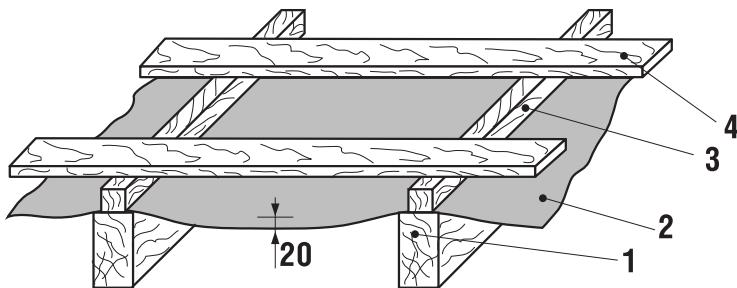
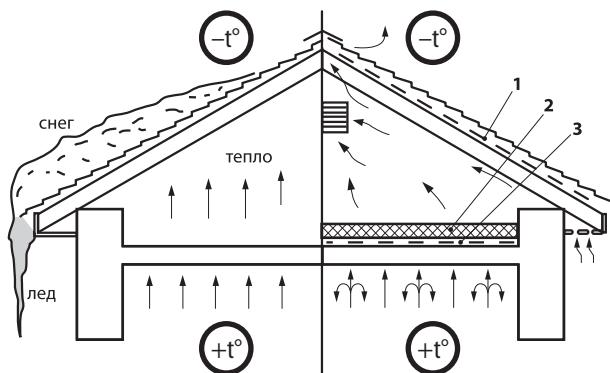

Рис. 1
Рис. 2
Для защиты внутренних элементов стен и крыши от атмосферной влаги необходимо устройство гидроизоляции, так же она нужна, чтобы избежать накопления конденсата на внутренней поверхности металличерепицы в случае, если есть утечки тепла через перекрытие верхнего жилого этажа в холодный чердак. Хорошо подходят в этом случае пленки с антиконденсатным покрытием. Если чердак не жилой, то он обязательно должен проветриваться и быть холодным. Перепад температуры наружного воздуха и воздуха внутри чердачного помещения в зимний период не должен превышать 2-4°C, иначе может подтаивать снег на кровле, что приведет к обледенению и образованию сосулек на свесе карниза (рис. 2).
Гидроизоляция укладывается параллельно карнизу с нахлестом 150-200мм при угле наклона крыши более 20°. При наклоне менее 20° гидроизоляцию рекомендуется укладывать вдоль стропильных ног с продольным нахлестом не менее 100мм. Нельзя крепить гидроизоляцию в «натяг». Провисание пленки между стропилами рекомендуется делать около 20мм. (рис. 1) Зазор между металличерепицей и гидроизоляцией рекомендуется не менее 70 мм (мин. сечение брусков контробрешетки 40x50мм, мин. сечение обрешетки 30x100мм). Воздух отапливаемого помещения содержит пары воды, которые устремляясь в холодную зону, конденсируются. Для сохранения теплозащитных свойств утеплителя, перекрытие верхнего жилого этажа при холодном чердаке должно иметь слой пароизоляции (3), предохраняющий утеплитель от увлажнения (рис. 2).